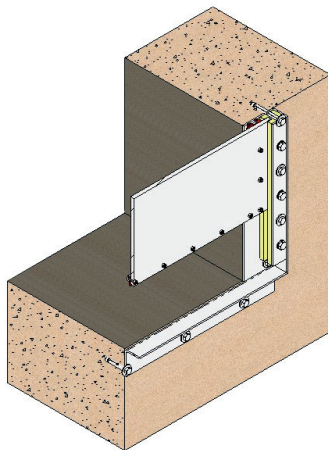
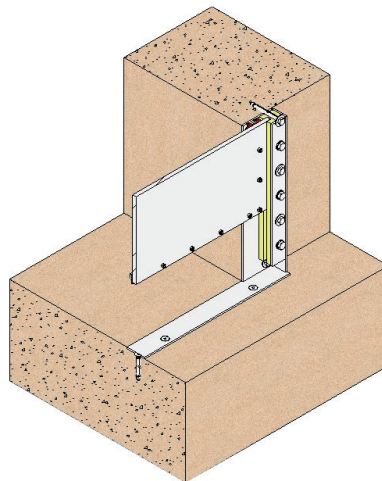
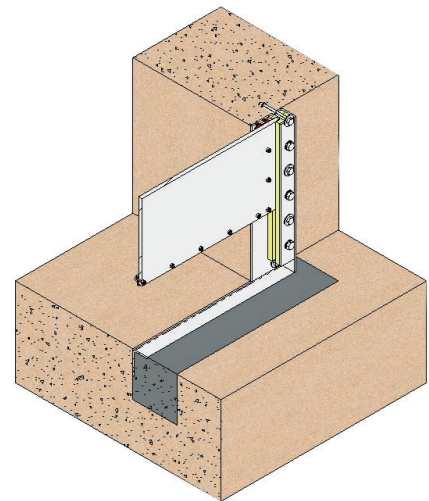

Abb. 31
Abb. 32
Abb. 33
Befestigung an der Mauer mit Hilfe von Verbundankermörtel oder Chemikalien, (siehe Abb.31), doch es gibt auch andere Einbauoptionen, (siehe Abb.32 und Abb.33).
Dieser Vorgang eignet sich sowohl für Schieber mit flacher Unterlage (Abb. 32) als auch für andere Standards (Abb. 31).
- Der Schieber kann auch mit einer in Beton eingelassenen Unterlage eingebaut werden (Abb. 33). Dafür muss in den Boden eine Schale eingebaut werden (Abb. 28 und Abb. 29). Danach muss der Schieber in der Schale zentriert werden und es muss sicher gestellt werden, dass sich die Unterlage des Schiebers sich auf der gleichen Höhe wie der Einbau befindet. Anschließend werden die nötigen Bohrungen für die Seitenprofile und das obere Profil durchgeführt. An die Stelle, wo der Schieber eingebaut wird, um Undichtigkeiten zwischen der Armatur und der Mauer zu vermeiden, das Dichtungsmittel SIKAFLEX- 11FC oder ähnliches angebracht. Danach wird der Schieber eingesetzt und mit Verbundankermörtel oder Chemikalien festgemacht. Dabei sollte das Flachlineal angesetzt und die Schrauben über Kreuz vorsichtig angezogen werden.